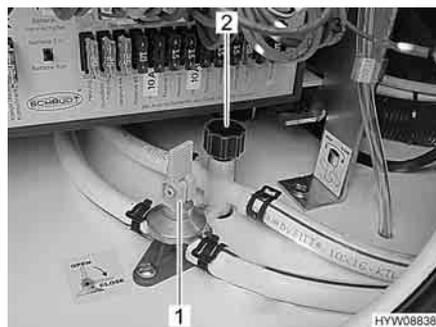

Fig. 126 Rubinetti di scarico
- Chiudere i rubinetti di scarico. Ruotare i coperchi (Fig. 126,2) in senso orario e posizionare la leva a bilanciere (Fig. 126,1) in posizione orizzontale.
- Aprire i rubinetti di scarico (Fig. 126,1 e 2). A questo scopo, ruotare il coperchio (Fig. 126,2) in senso antiorario e posizionare verticalmente la leva a bilanciere (Fig. 126,1).